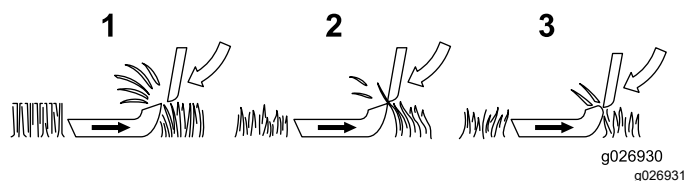

Figura 8
1. **Contacto lâmina/cilindro** (**Figura 8**) — Tem de haver um ligeiro contacto entre a lâmina e o cilindro para manter as extremidades de corte afiadas e para produzir uma excelente qualidade de corte. Por contraste, as unidades de corte utilizadas sem um ligeiro contacto permitem que materiais abrasivos e relva passem entre a lâmina e o cilindro. Esta ação erosiva arredonda as extremidades de corte da lâmina e do